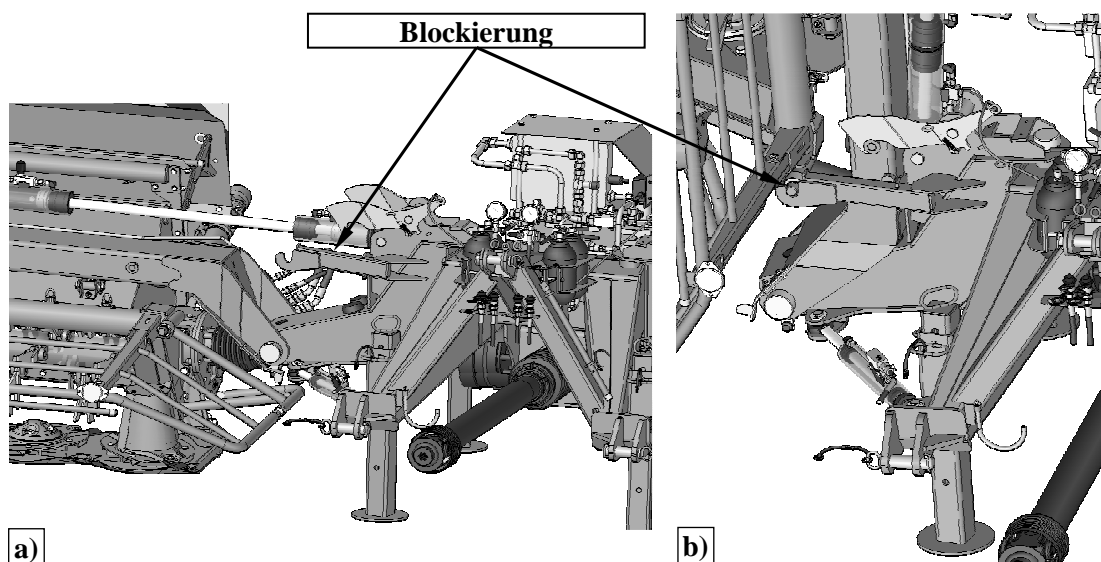

Abb. 21. Transportblockierung a) Arbeitslage (Mähen), b) Transportlage mit angehobenem Mähwerk
- den Nachlaufhebel blockieren (**Abb. 21**). Sonst können die Gelenkwellen beschädigt werden,